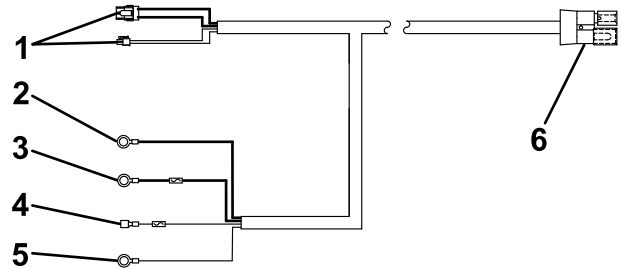

Figura 3
1. Sujete el extremo del esparcidor del arnés de cables del vehículo (Figura 3) al centro del parachoques trasero del vehículo con una brida.
4. Conecte el conector de anillo negro del compartimento del motor al borne negativo (-) de la batería (Figura 3).
5. Conecte el conector de anillo rojo del compartimento del motor al borne positivo (+) de la batería (Figura 3).
6. Conecte el conector plano a una toma de corriente bajo llave del vehículo (Figura 3).
7. Conecte el cable de masa al borne negativo (-) de la batería o a una conexión de masa del chasis (Figura 3).